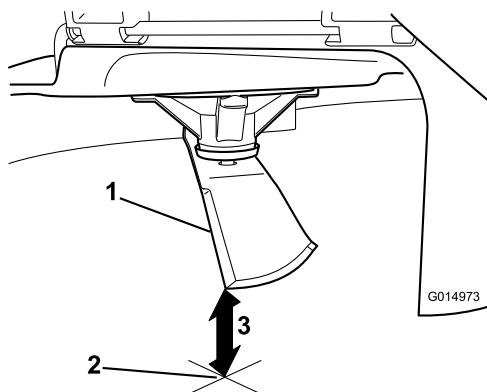

Рисунок 69
5. Відміряйте відстань від кінчика ножа до плоскої поверхні (Рисунок 69).